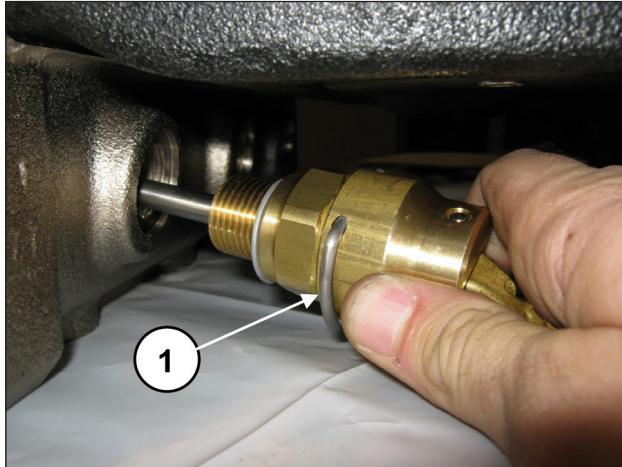
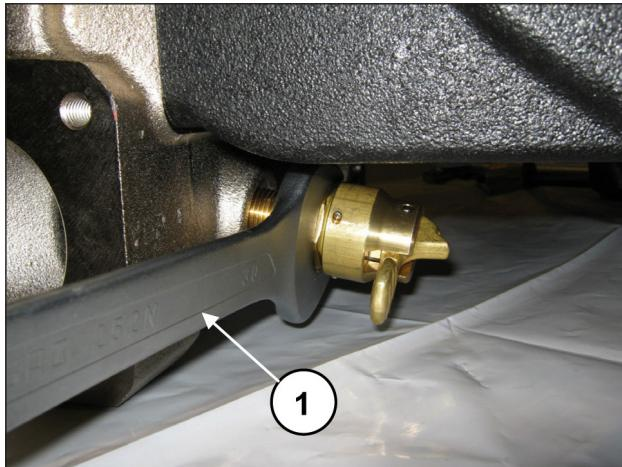

Abb. 150
Abb. 151
Bringen Sie die Ventilöffner an (Pos. ①, Abb. 150) und drehen Sie diese mit einem 30 mm Schlüssel fest (Pos. ①, Abb. 151).